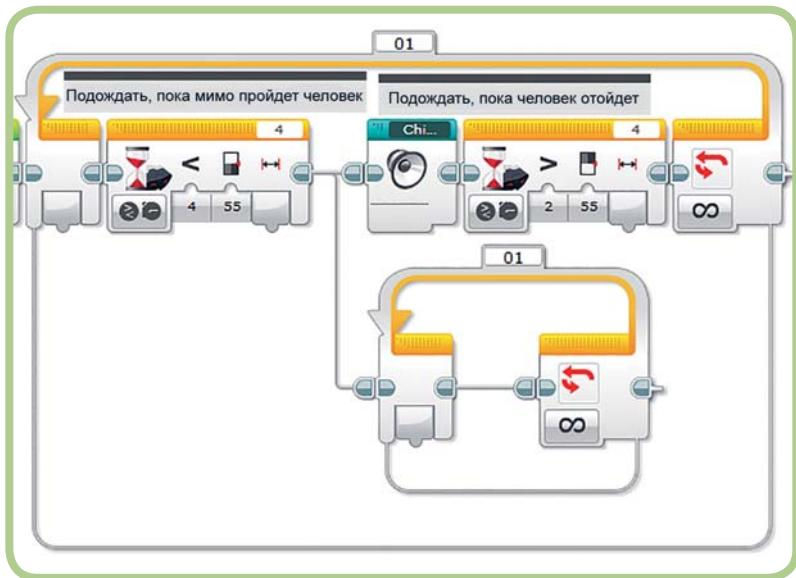

Рис. 18.12. Подключение нового блока Цикл (Loop)
5. Подключи шину последовательности к входному разъему с левой стороны нового блока **Цикл** (Loop). Теперь его изображение должно стать ярким (рис. 18.12).